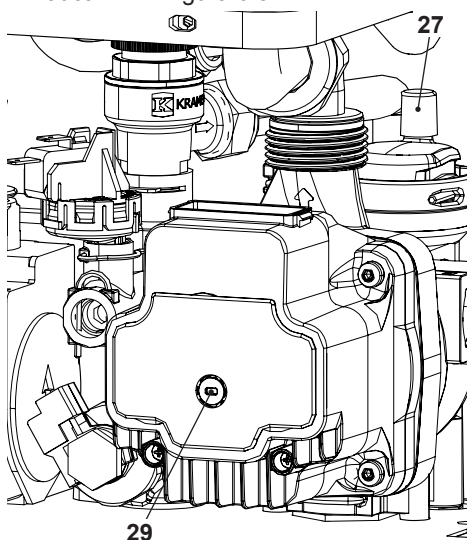

Figura 6.3
- Svitare il tappo della valvola di sfiato automatica 27 in Figura 6.3.
- Togliere il tappo 29 in Figura 6.3 e sbloccare la pompa ruotando il rotore con un cacciavite.